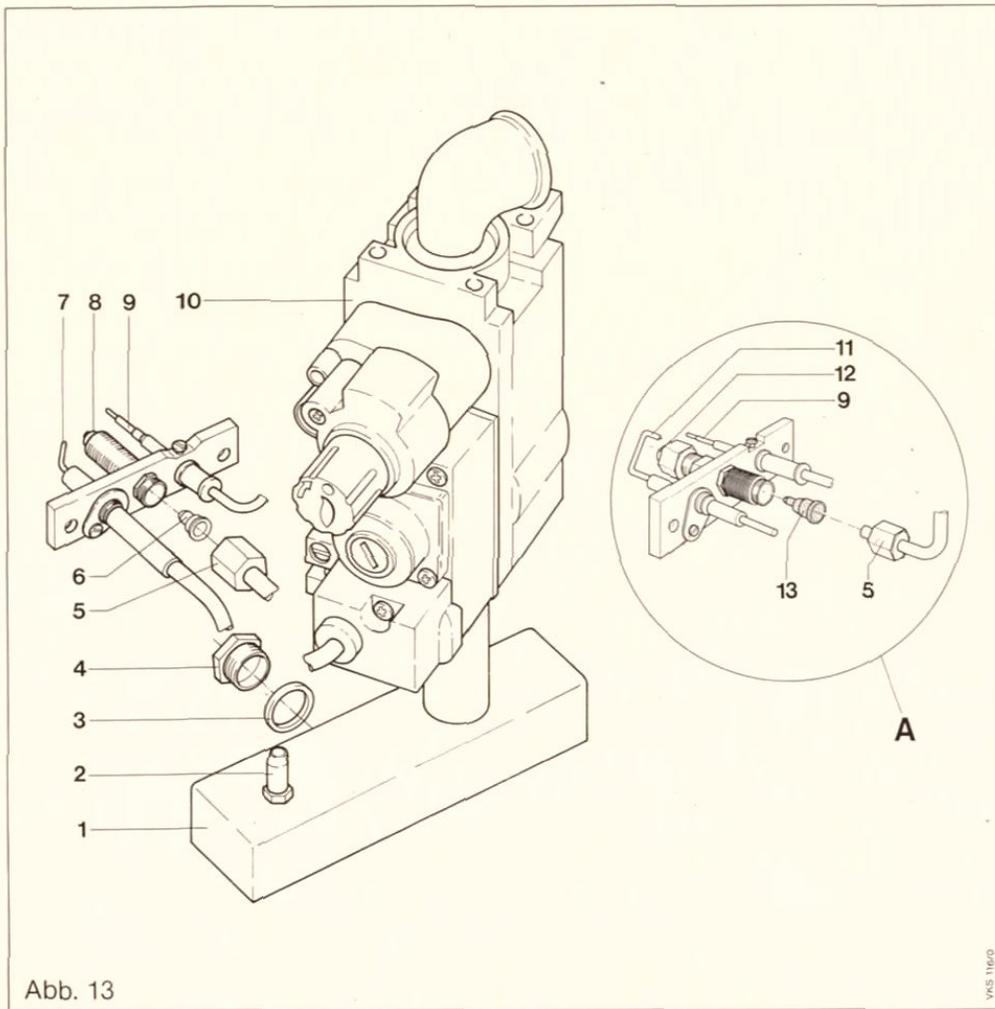

Abb. 13
Legende zu Abb. 13
- b) Brennerdüsen (1), Abb. 13, austauschen. Dichtungsmaterial ist nicht zu verwenden.